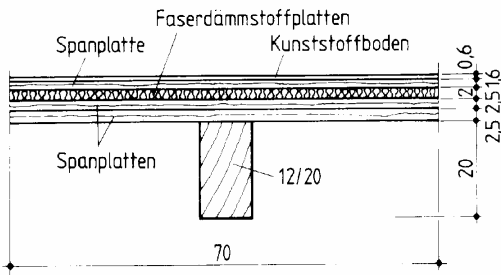

Bild 3.74 Holzbalkendecke
8. Welche Last in kN/m hat ein Balken auf 1 m Länge der Decke in Bild 3.74 mit vollständig freiliegenden Holzbalken aufzunehmen, wenn zu der Eigenlast noch eine Verkehrslast von 2,0 kN/m² hinzukommt?